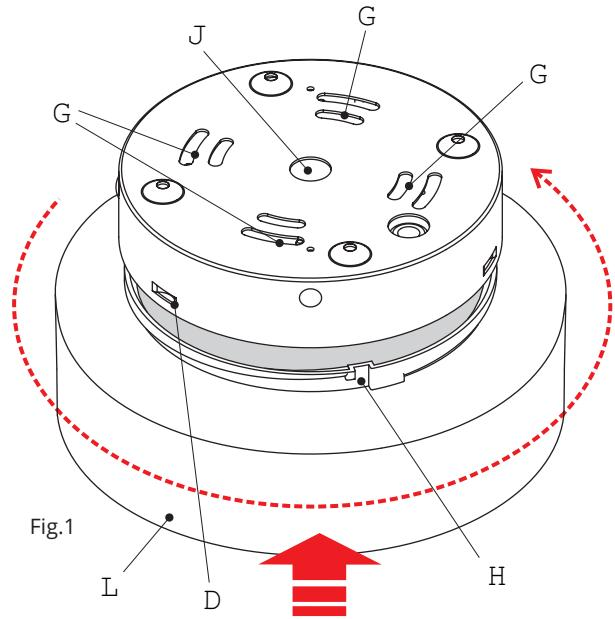

Fig.1
- 3) Insert the wires into the hole [J] on the bracket [A] (Fig.1 e Fig.2)
- 4) Mounts directly the bracket [A] to a 4" Standard J-Box with appropriate fasteners (not included) through the holes [G] (Fig.1)
- 9) Insert the glass [L] on the bracket [A] aligning the three slits [H] with the rails [D] on the bracket (Fig.1)
- 3) Faire passer les câbles électriques dans le trou [J] (Fig.1 et Fig.2)
- 4) Fixer la patère murale [A] directement sur une boîte de jonction avec des fixations appropriées (non inclus) à travers les trous [G] (Fig.1)
- 9) Insérer le diffuseur en verre [L] sur la patère murale [A] en faisant coïncider les trois fentes [H] avec les trois guides [D] sur la patère murale (Fig.1)
3) To install the next bracket [A2] we suggest to start fixing it to the wall/ceiling with a screw through the hole [G] (Fig.1 and Fig.4) in order to find the correct position for the bracket and the remaining holes.
3) Après avoir trouvé la position exacte, installer le second boîtier [A2]. Nous conseillons de visser l'une des vis de fixation dans le trou [G] (voir Fig.1) pour pouvoir ainsi vérifier et identifier la position exacte.